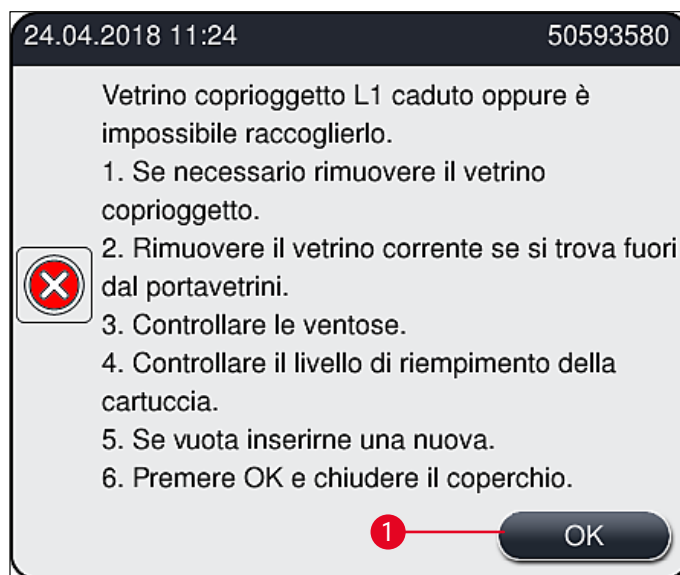

Fig. 111
Se il **modulo Pick&Place** perde un vetrino coprioggetto durante il trasferimento verso il vetrino o se il **modulo Pick&Place** non è in grado di rimuovere un vetrino coprioggetto dalla cartuccia dei vetrini coprioggetto dopo 3 tentativi, l'utente viene avvisato del problema con un messaggio di errore (→ Fig. 111).
- ① Se viene visualizzato questo messaggio (→ Fig. 111), l'utente deve prima controllare se sia stato perso un vetrino coprioggetto durante il trasferimento verso il vetrino o se il **modulo Pick&Place** non fosse in grado di agguantare un vetrino coprioggetto dalla cartuccia dei vetrini coprioggetto.